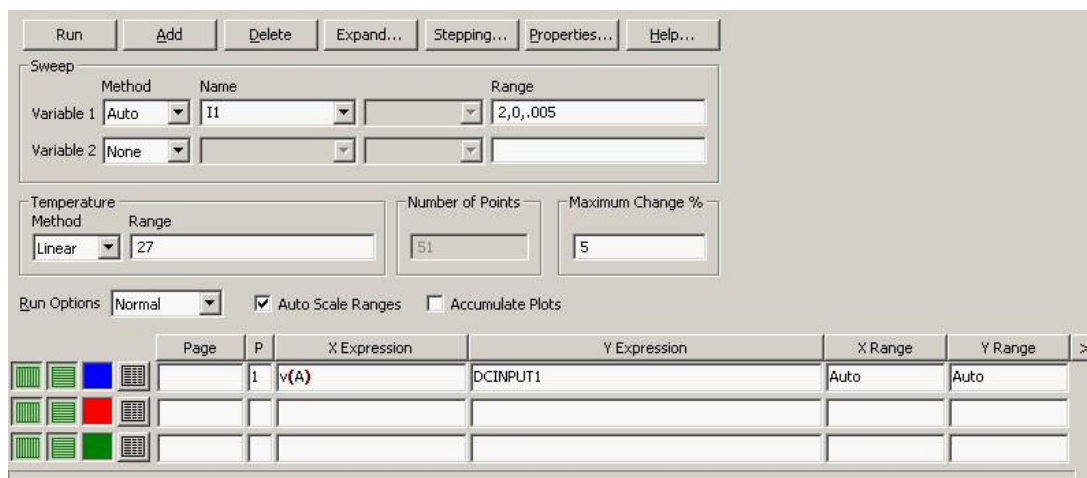

Рис. 5. Диалоговое окно настройки параметров моделирования
7. В строке **Variable 1** в окне **Name** введите имя источника тока - **I1**, убедитесь, чтобы в поле **Range** было введено **2,0,.005** (см. рис.5). Значения в поле **Range** определяют диапазон изменения тока при построении **VAX**, в данном случае величина тока будет изменяться в пределах от **2A** до **0** с шагом **0.005A**).
8. Установите галочку в окошке напротив Auto Scale Range. В нижних окошках запишите имена переменных, соответствующие осям графика ВАХ (Ось X – напряжение на диоде в контрольной точке A, ось Y – ток, проходящий через диод), согласно рис.5.
1. Собрать на стенде МЭЛ схему, показанную на рис. 5. В этой схеме использован транзистор КТ603.
2. В схеме рис.5 установить $E_1 = 2В$, R_{H2} в крайнее левое положение, $E_2 = 10В$.
3. Увеличивая в схеме рис.5 значение R_{H2} и при необходимости E_1 , измерять и устанавливать заданные в таблице 1 значения напряжения U_1 и соответствующие им напряжения $U_{БЭ}$ и U_2 .